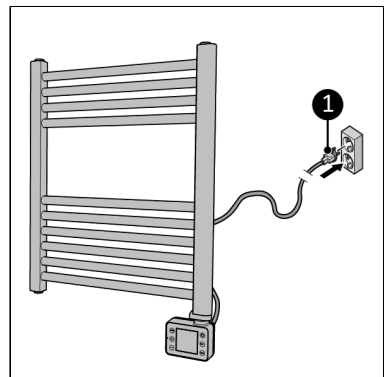

Abbildung 11.
2. Stecken Sie den Netzstecker (Abbildung 11, Pos. 1) in eine leicht zugängliche Steckdose. Verwenden Sie eine Steckdose mit einer Mindestleistung von 1000 Watt.